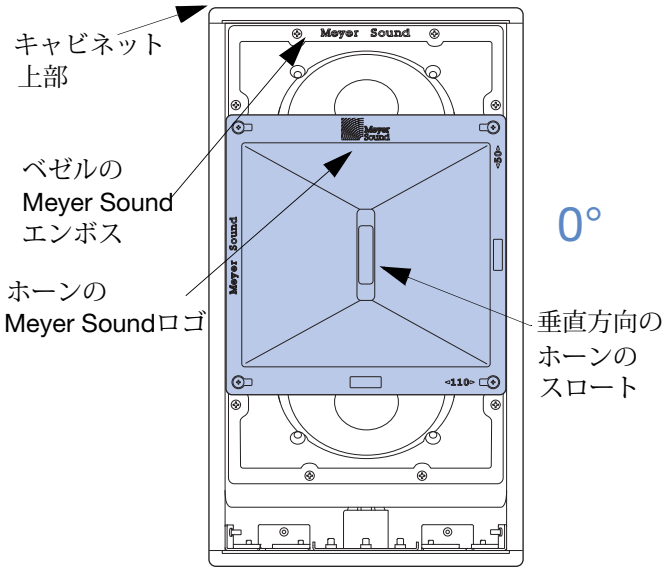
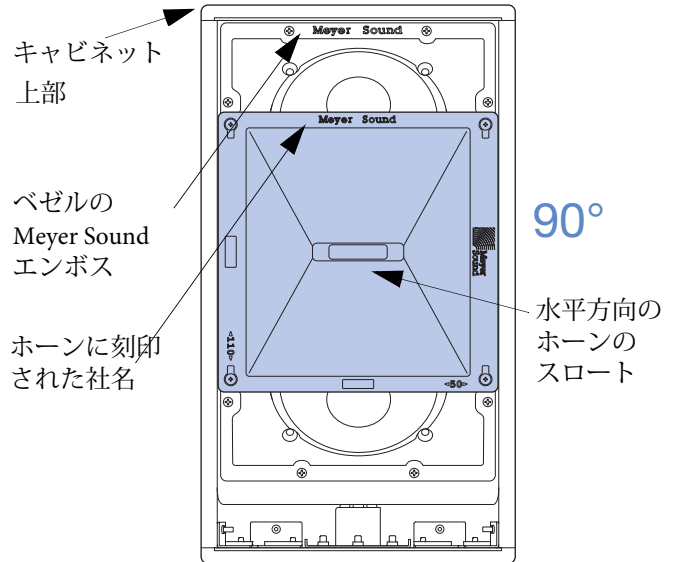
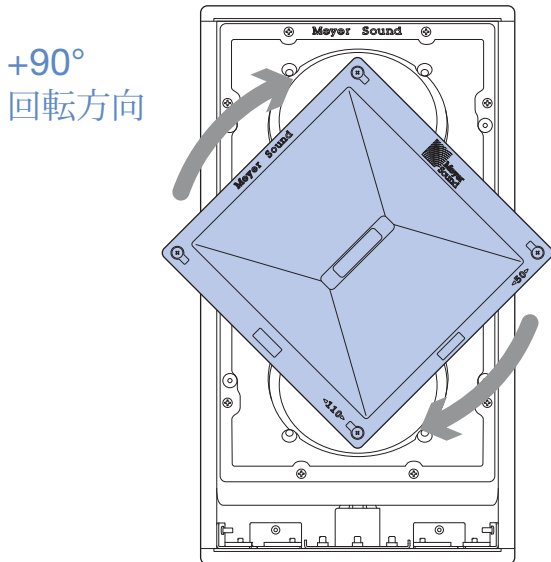
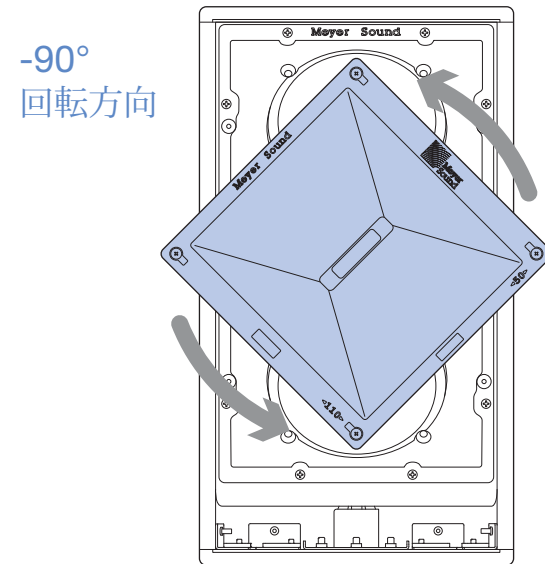

図24: 水平110° × 垂直50°のホーンの向き
図26: 水平110° × 垂直50°のホーンの向き
図25: ホーンを時計回りに回転させて、水平50°、垂直110°のホーン方向を実現
図27: ホーンを反時計回りに回転させて、水平110°、垂直50°のホーン方向を実現
3. ポートを下にしてスピーカーを垂直にしたときのホーンのスロートの向きを確認して、現在のホーンの向きを決定します。ホーンとベゼルの Meyer Sound ロゴが上部にある場合、キャビネットは垂直です (図 24)。
4. 現在の向きが水平 110°、垂直 50° (ホーンのスロートが垂直、30 ページの図 24 を参照) の場合、ホーンは時計回りにのみ回転できます (30 ページの図 25)。
注意: ホーンを引っ張って回転させたり、力を加えたりしないでください。正しい方向に回転させると、スムーズに回転するはずですが、回転角度は連続的ではありません。ベゼルの Meyer Sound エンボスが、ホーンの社名ロゴ (図 24) または刻印された社名 (図 26) と並ぶ 2 つの方向間の移動は 90° に制限されています。
5. 現在の向きが水平 50°、垂直 110° (ホーンのスロートが水平、図 26 を参照) の場合、ホーンは反時計回りにのみ回転できます (図 27)。